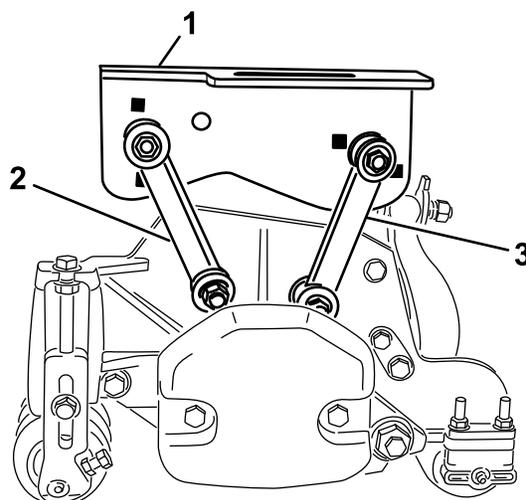

図 17
- 前取り付けリンクを中央のキャリアフレームに固定するボルト $\frac{3}{8}$ x 2 $\frac{1}{4}$ "1本、平ワッシャ2枚、ロックナット1個を使用して(図17)のように取り付ける。取り付ける時にリンクの両側にワッシャを入れる。締め具を 42N·m(8.3kg·m = 31ft·lb)にトルク締めする。
- 後取り付けリンクを中央のキャリアフレームに固定するボルト $\frac{3}{8}$ x 2 $\frac{1}{4}$ "1本、平ワッシャ2枚、ロックナット1個を使用して(図17)のように取り付ける。取り付ける時にリンクの両側にワッシャを入れる。締め具を 42N·m(8.3kg·m = 31ft·lb)にトルク締めする。